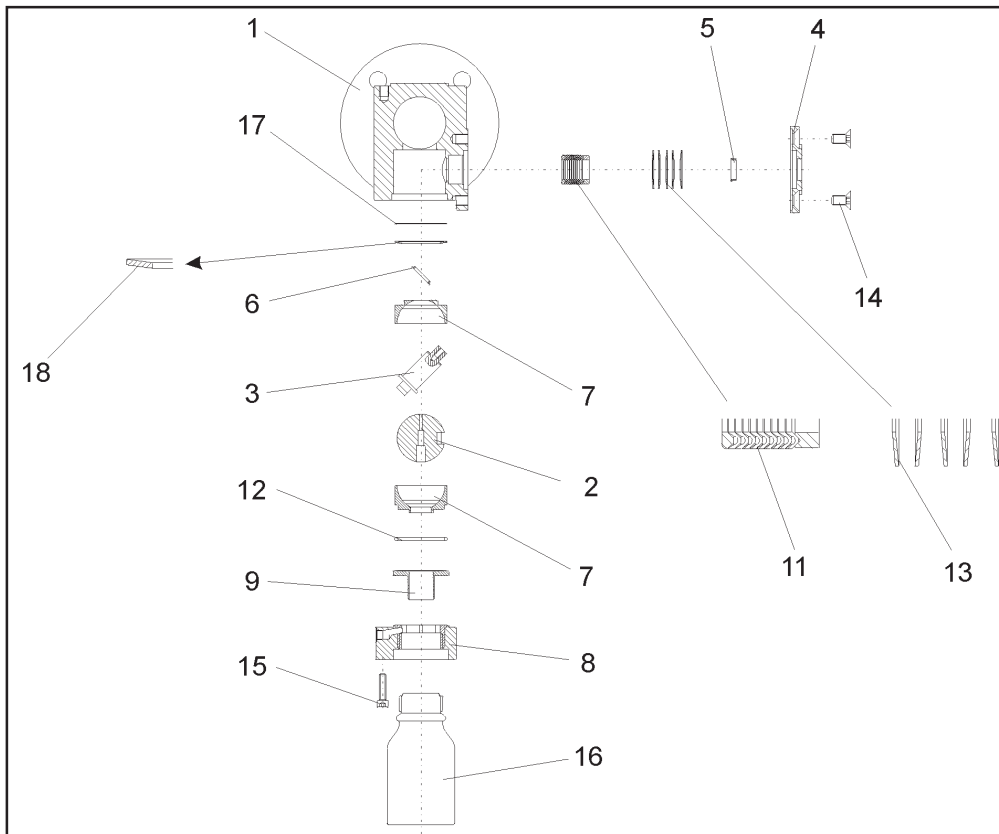

Bild 3 - Explosionszeichnung des Probenehmerhahns BR 27c
Die Dichtscheibe (17) und die Tellerfeder (18) werden in das Gehäuse eingelegt. Die Lage der Tellerfeder ist der Explosionszeichnung (Bild 3) zu entnehmen. Die Lagerbuchse (6) zur späteren Lagerung der
Anschliessend wird der Tellerfedersatz (13) eingebracht. Die Anordnung der Dachmanschetten sowie der Tellerfedern ist der Explosionszeichnung (Bild 3) zu entnehmen. Die Senkschrauben (14) werden eingefettet. Die Stopfbuchse (4), vormontiert mit der Lagerbuchse (5) wird aufgesetzt und mit den Senkschrauben justiert.